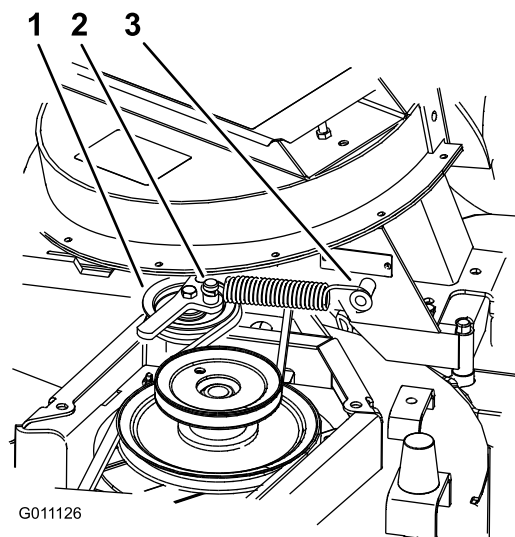

Figura 18
- Instale as molas como se mostra em Figura 18).